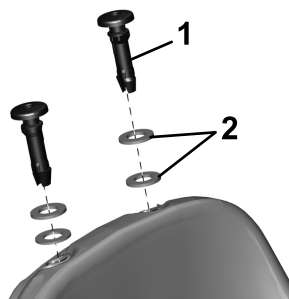

Figura 2
4. Inserite due rondelle di gomma su ciascuna boccola di prolungamento dello schienale (Figura 2).
5. Inserite una boccola di prolungamento dello schienale in ciascun foro sulla parte alta del seggiolino (Figura 2). Accertatevi che i perni di